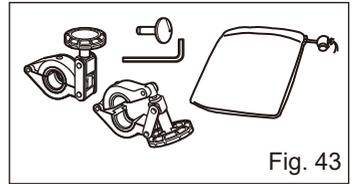

Fig. 43
- 6) Flanging tool set (Fig. 43)